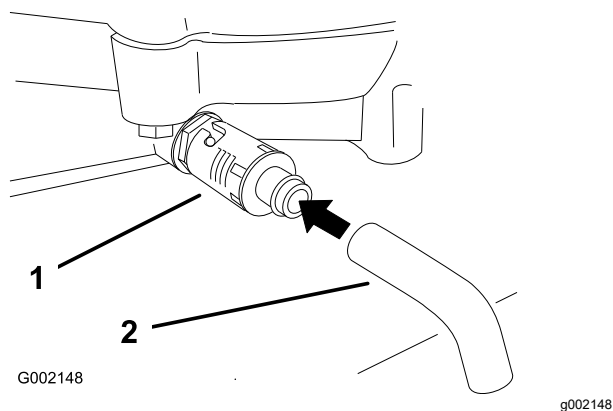

図 18
4. ドレンの下に廃油受けを置く。ドレンバルブを回して開き、オイルを排出する 図 18。